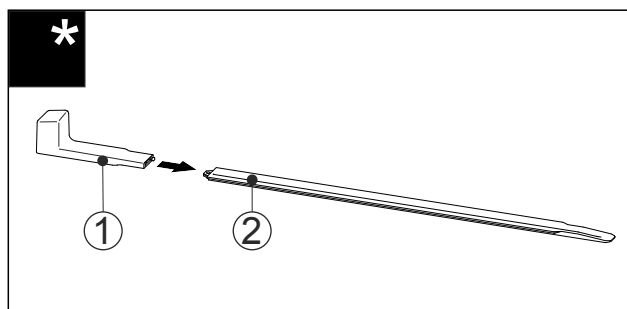

Fig. 54
- Liitä asennuskahva Fig. 54 (1) kiskoon, jota käytetään vaakatasoon säätämistä varten Fig. 54 (2).